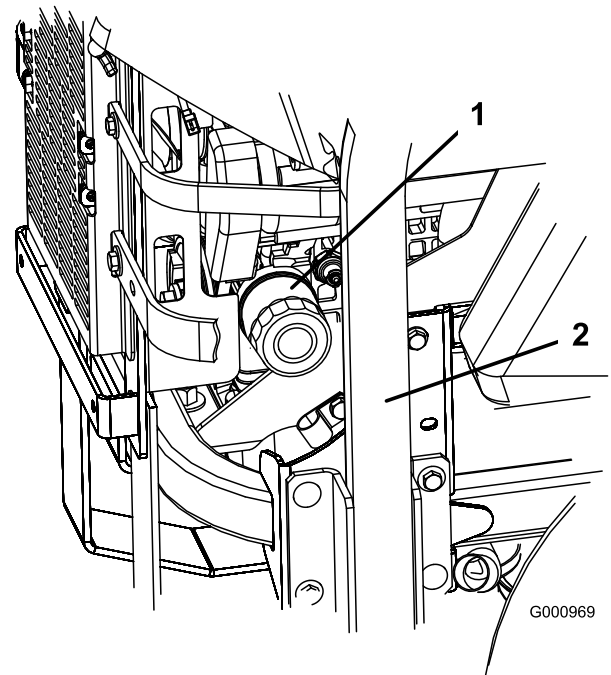
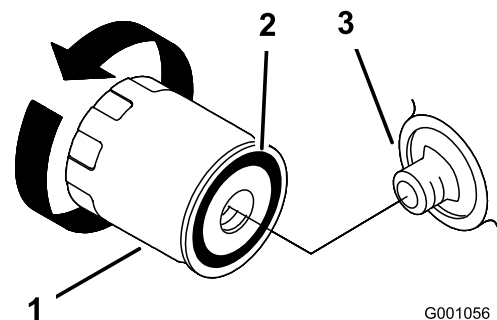

Figure 49
Figure 50
2. Tournez le filtre dans le sens anti-horaire pour le déposer (Figure 49 et Figure 50).